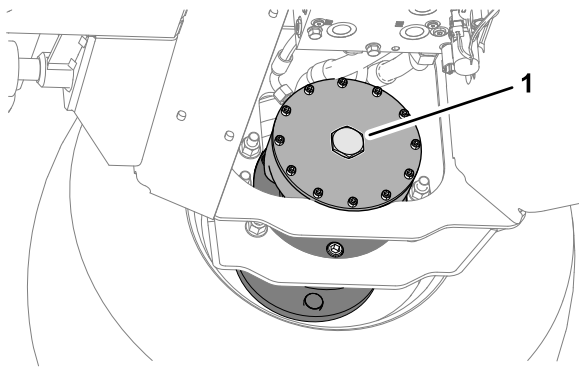

Figura 38
2. Montate il tappo esagonale sulla piastra terminale del motore (Figura 38).